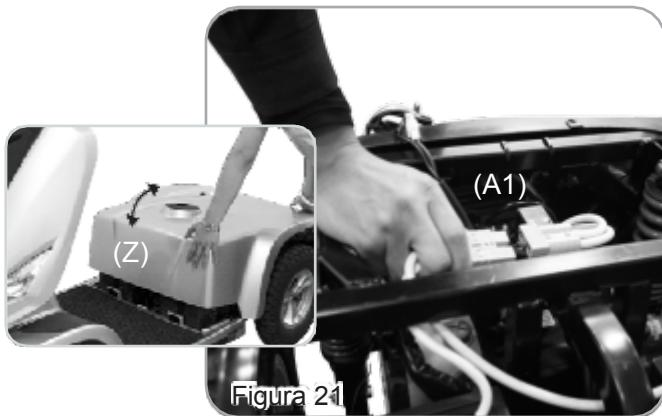

Figura 21
2. Scollegare un connettore della batteria (A1) (Figura 21).